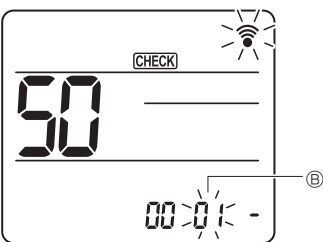

Fig. 6-18
- ③ Seleccione un modo
Pulse el botón [↓] para seleccionar el número de modo ②. (Fig. 6-18)